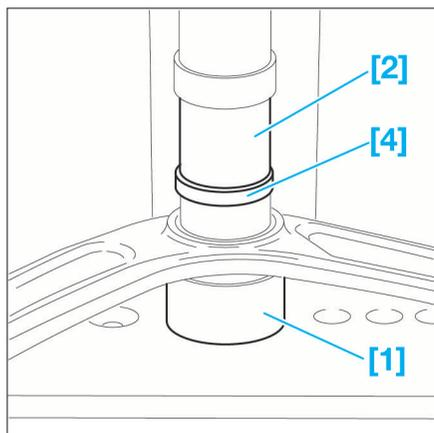

FIG. 14
- Poser les outils [1], [4] (tampon de montage ref. 9704.T.A à l'avant et ref. 0621.P à l'arrière) et [2] sur l'articulation élastique (Fig.14).